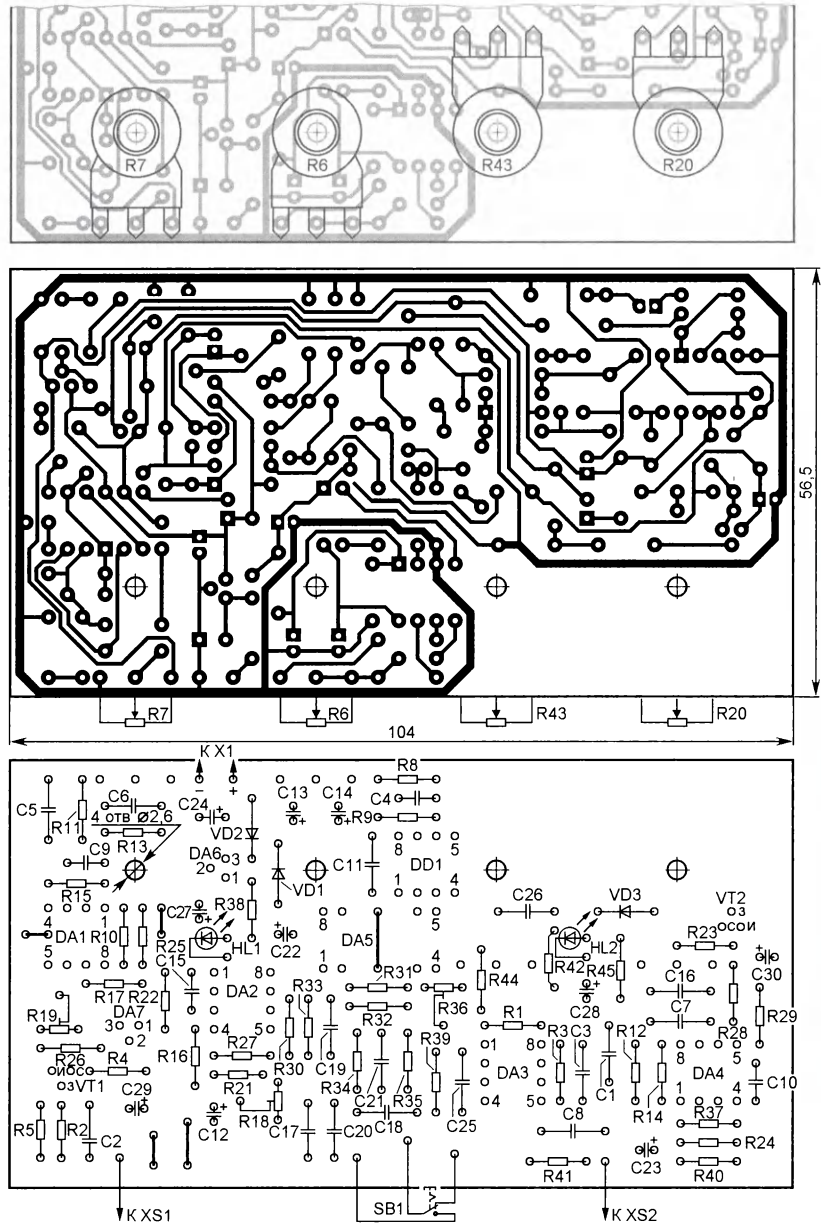

Рис. 2
**Конструкция, детали.** Устройство собрано на печатной плате из фольгированного с одной стороны стеклотекстолита (рис. 2). Переменные резисторы R6, R7, R20 и R43 установлены со стороны печатных проводников. Светодиоды HL1, HL2, кнопочный выключатель SB1 и разъёмы для подключения входного и выходного кабелей, а также источника питания установлены на корпусе устройства. На плате пять проволочных перемычек (изображены на чертеже углощёнными линиями): две из них находятся слева и справа от микросхемы DA1, одна — под микросхемой DA5, и ещё две — между конденсаторами C2 и C12.